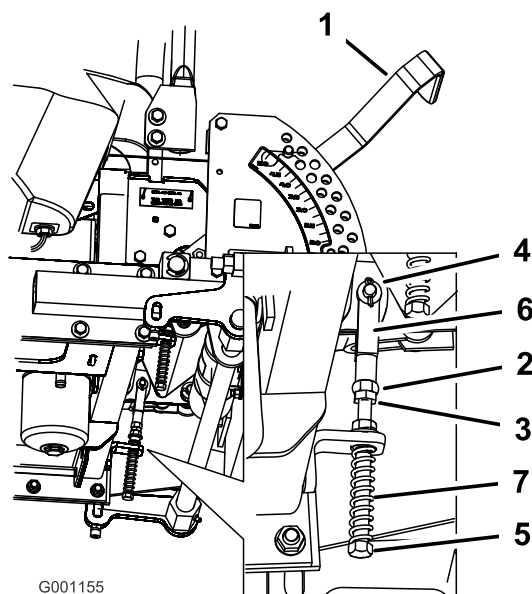

Figura 93
8. Se for necessário ajuste, solte a porca e a porca de retenção encostada à forquilha (Figura 93).
9. Aplicando uma pressão ligeira para trás sobre a alavanca de controlo do movimento, rode a cabeça do parafuso de ajuste na direção adequada até a alavanca de controlo estar centrada na posição de BLOQUEIO DE PONTO MORTO (Figura 93).
10. Aperte a porca e a porca de retenção (Figura 93).